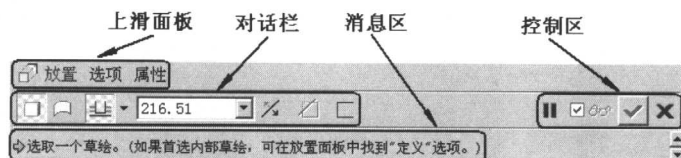

图 1.2.3 特征操作控制面板
(3) 单击【基础特征】工具栏中的  按钮, 则在窗口下侧出现此特征操作的操作控制面板 (以下简称操控板), 如图 1.2.3 所示。操控板一般由【对话框】、【上滑面板】、【消息区】和【控制区】组成。在图形窗口中选取几何图形并设置优先选项时, 操控板会缩小可用选项